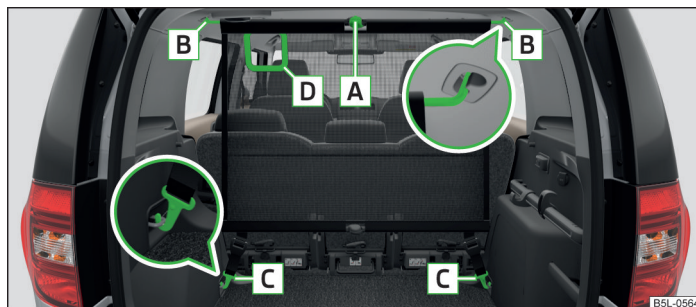

Fig. 83 Utilizar la red separadora detrás de los asientos posteriores
- Monte la barra transversal en el alojamiento **[B]** » fig. 83, primero en un lado, y presione hacia delante. Introduzca de igual modo la barra transversal en el otro lado, en el alojamiento **[B]**.
- Suelte las cintas en ambos lados y desenganche el gancho de mosquetón **[C]** » fig. 83.
- Presione la tecla roja de la articulación **A** » fig. 83; ésta se soltará.
La abertura **D** » fig. 83 en la red de separación sirve para implementar el cinturón de seguridad de tres puntos de fijación » página 178.